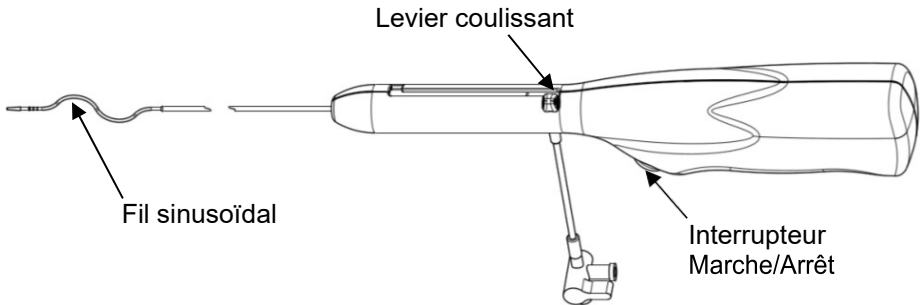

Figure 2
2. Extraire le système de thrombectomie rotationnelle CLEANER 15™ de son emballage. Appuyer sur l'interrupteur MARCHÉ/ARRÊT pour vérifier que le fil sinusoïdal tourne librement (voir la Figure 2). Relâcher l'interrupteur pour arrêter la rotation. **Précaution : ne pas utiliser le dispositif s'il ne se met pas en marche immédiatement après avoir appuyé sur l'interrupteur, ou s'il ne s'arrête pas immédiatement lorsque l'interrupteur est relâché.**
2. Extraire le système de thrombectomie rotationnelle CLEANER 15™ de son emballage. Appuyer sur l'interrupteur MARCHE/ARRÊT pour vérifier que le fil sinusoïdal tourne librement (voir la Figure 2). Relâcher l'interrupteur pour arrêter la rotation. **Précaution : ne pas utiliser le dispositif s'il ne se met pas en marche immédiatement après avoir appuyé sur l'interrupteur, ou s'il ne s'arrête pas immédiatement lorsque l'interrupteur est relâché.**